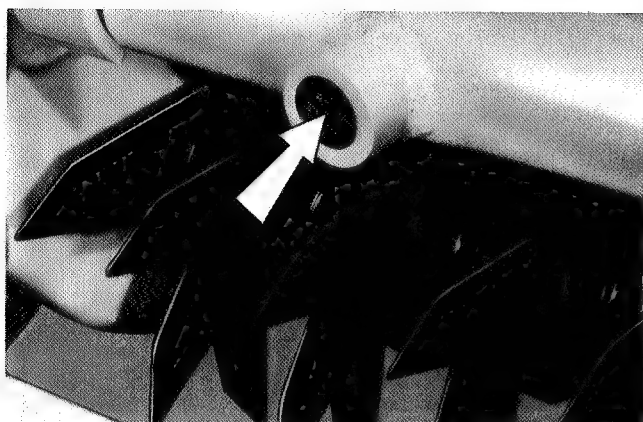

Fig.65
1. Oil lightly inside the mounting tube (Fig. 65).
1. Innenseite des Anbaurohrs leicht ölen (Fig. 65).
1. Lubrifier légèrement l'intérieur du tube de montage (Fig. 65).